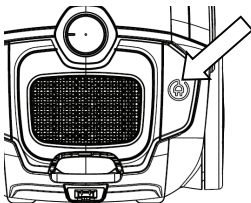

Fig. 7
Premere il pulsante di riavvolgimento del cavo (7) per riavvolgere il cavo all'interno dell'apparecchio (Fig. 7).